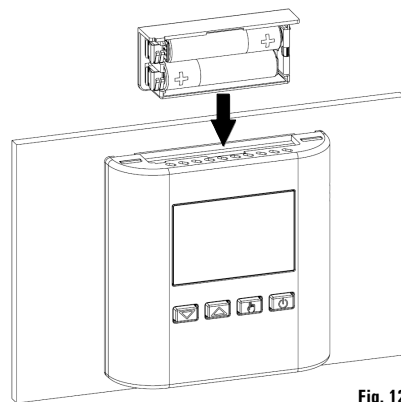

Fig. 12
4. Reinserrire il cassetto porta batterie nel termostato, premendolo fino in fondo, Fig. 12.